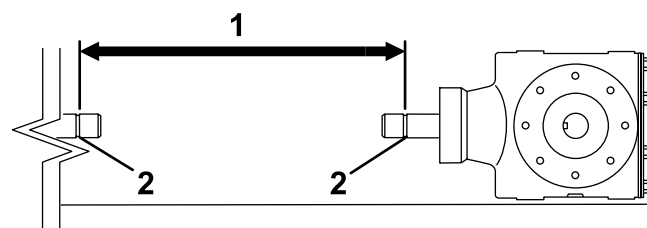
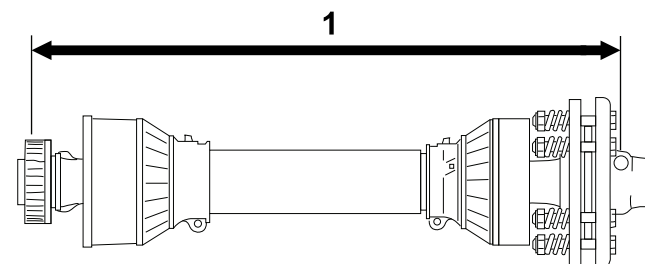

Рисунок 14
Рисунок 15
5. Измерьте расстояние от стопорной канавки на хвостовике ВОМ тягового блока до стопорной канавки на валу редуктора аэратора (Рисунок 14).
6. Измерьте расстояние от центра шарика стопорного штифта на хвостовике ВОМ до центра стопорного штифта на другом конце (Рисунок 15).
7. Используя меньший из результатов двух измерений на Рисунок 14 и Рисунок 12, вычтите это расстояние из расстояния на Рисунок 15. Пример: 81 см минус 67 см равно 14 см.